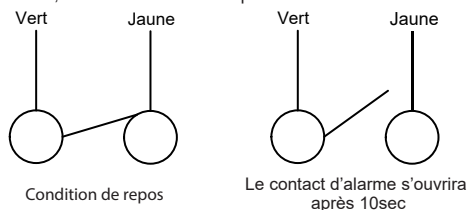

Figure 1
Le contact d'alarme est un contact de type normalement fermés (NF), voir figure 1. En cas de fuite d'eau, si la détection de présence d'eau dure au moins 10 secondes, le contact d'alarme s'ouvrira. 2 secondes après que la zone a été nettoyée de toute eau, le contact d'alarme se fermera.